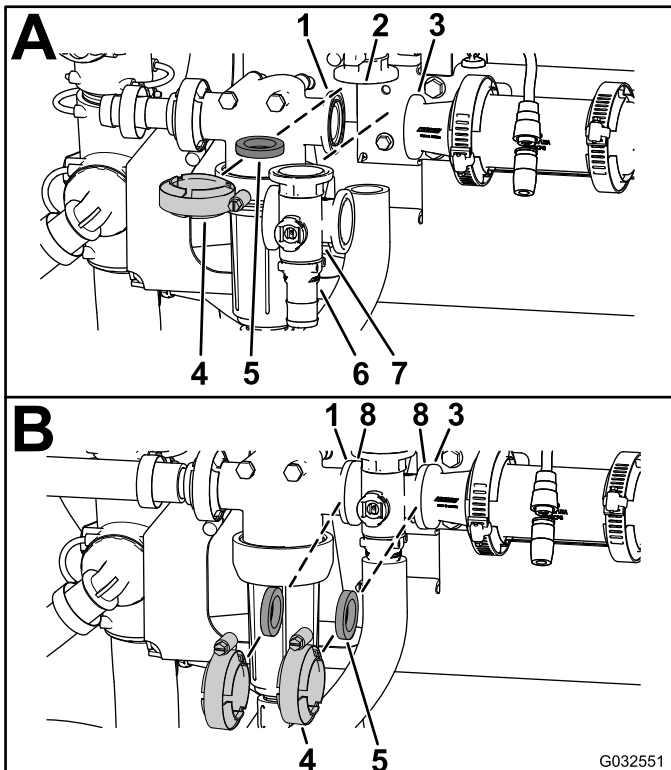

Bild 115
1. Fluchten Sie den Flansch des Rührwerksicherheitsventils, eine Dichtung und den Flansch des Endkappen-Anschlussstücks des Rührwerkventilverteilers aus (Bild 115 A).
4. Montieren Sie den Druckfilterkopf, die Dichtung und den Rührwerkventilverteiler mit einer Klemme und ziehen sie mit der Hand an (Bild 115 B).
5. Fluchten Sie eine Dichtung zwischen den Flanschen des Rührwerkventilverteilers und der Reduzierkupplung aus (Bild 115 B).
6. Montieren Sie den Rührwerkventilverteiler, die Dichtung und die Reduzierkupplung mit einer Klemme und ziehen sie mit der Hand an (Bild 115 B).
7. Fluchten Sie eine Dichtung zwischen den Flanschen des Rührwerkventilverteilers und dem Adapteranschlussstück für das Rührwerkdruckventil aus (Bild 115 C).
8. Montieren Sie den Rührwerkventilverteiler, die Dichtung und das Adapteranschlussstück mit einer Klemme und ziehen sie mit der Hand an (Bild 115 C).
2. Montieren Sie das Rührwerksicherheitsventil, die Dichtung und den Rührwerkventilverteiler mit einer Klemme und ziehen sie mit der Hand an (Bild 115 A).
3. Fluchten Sie eine Dichtung zwischen den Flanschen des Druckfilterkopfes und dem Rührwerkventilverteiler aus (Bild 115 B).